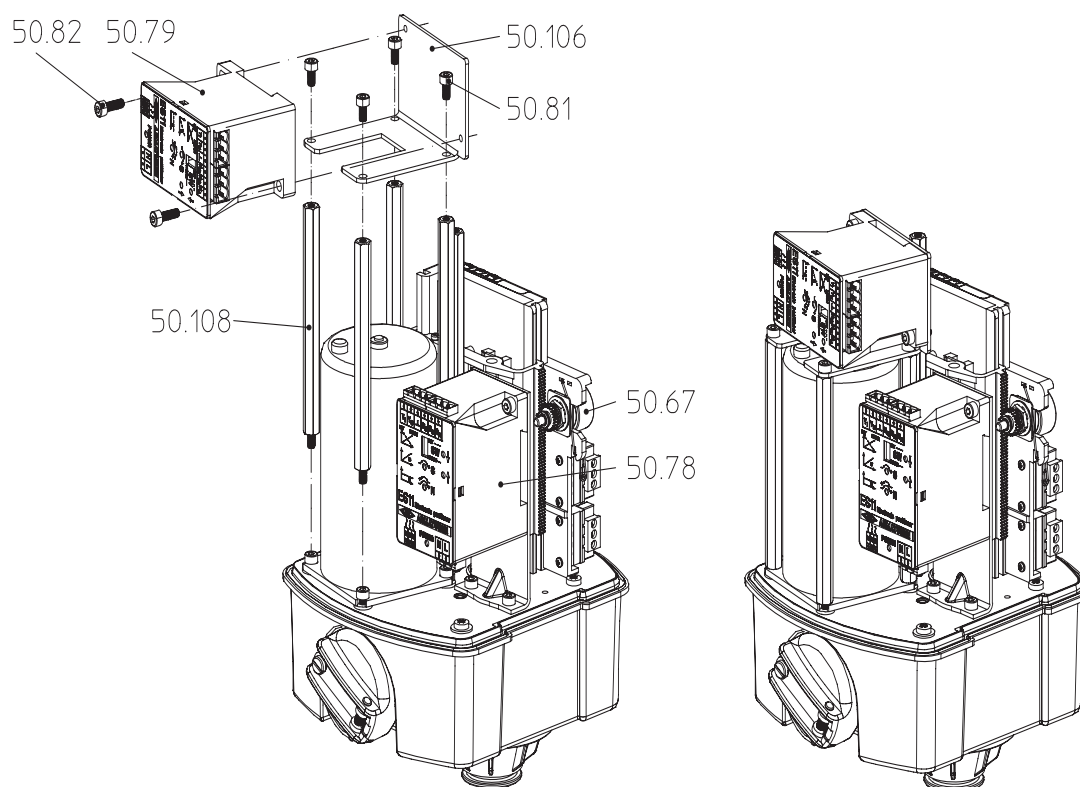

Рис. 18: Одновременная установка RI21 / ES11 в ARI-PREMIO 2,2 - 5 кН
- Смонтируйте RI21 и ES11 с помощью крепежного комплекта согласно Рис. 18 .